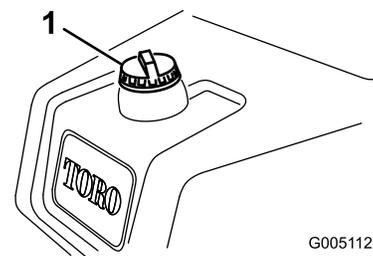

図 29
1. 燃料キャップ 図 29の周囲をきれいに拭いてキャップ外す。